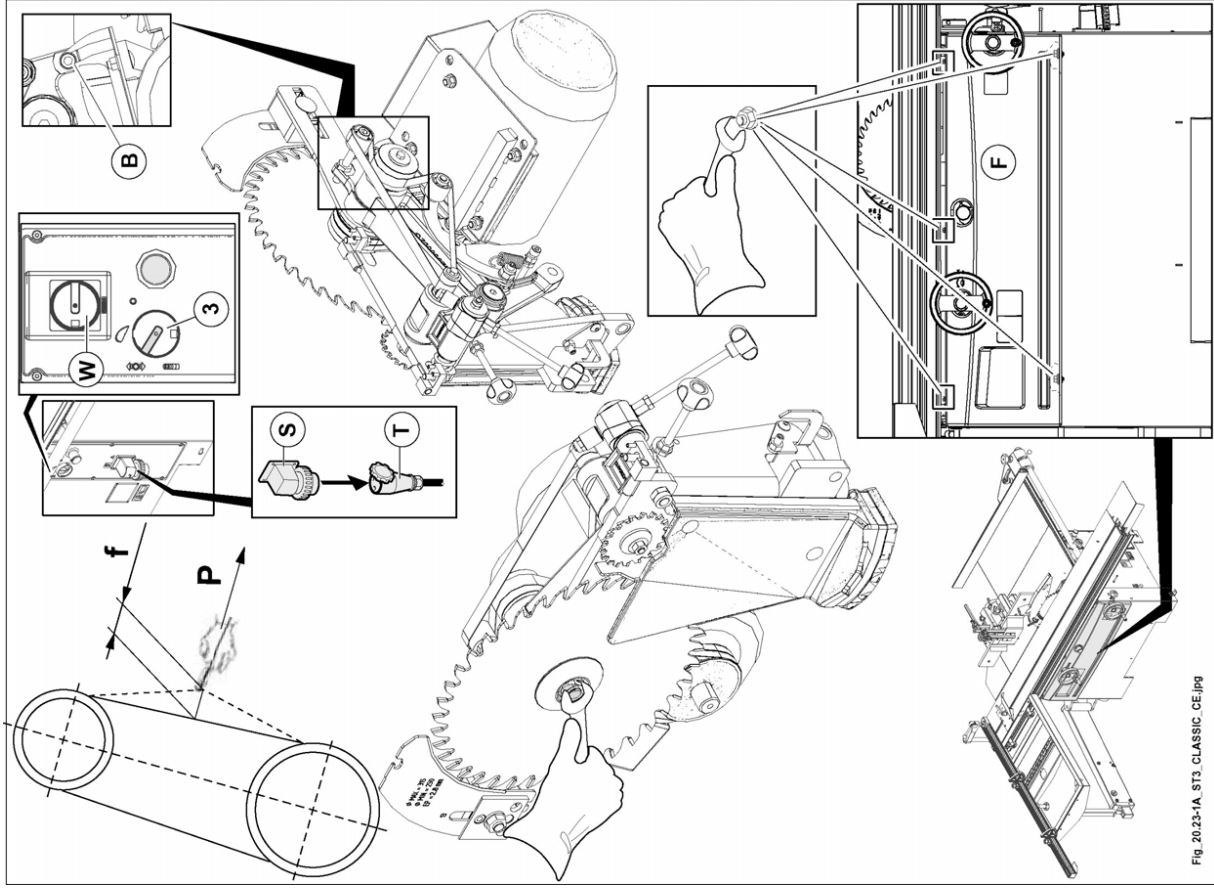

Fig. 20.23-1-A, ST3 CLASSIC CE.jpg
- stecker (S Abb. 20.23-1-A) an Steckdose (T Abb. 20.23-1-A) anschließen
- wählenschalter (3 Abb. 20.23-1-A) auf (I) drehen
- die Motorbremse lösen. Dazu den Wählenschalter (W Abb. 20.23-1-A) in Schaltstellung "I" drehen.
- Den vorderen Schutz (F Abb. 20.23-1-A) ausbauen.
- Die Schraube (B Abb. 20.23-1-A) lösen.
- Den Motor nach unten drücken und die Schraube (B Abb. 20.23-1-A) festziehen.
- Den vorderen Schutz (F Abb. 20.23-1-A) wieder einbauen.